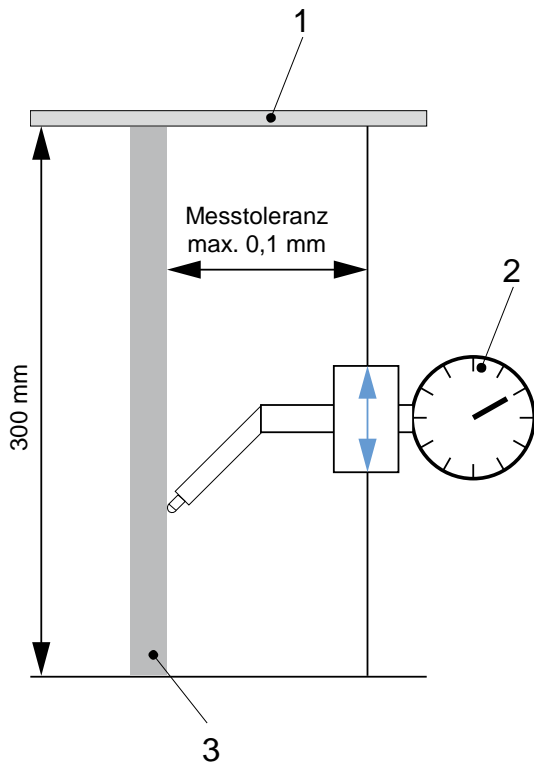

Bild 1: Ausrichtung Kolbenstange
8.2 Montage (Bild 1 und 2)
Halter Kolbenstange (Bild 1 Pos.5) und Kolbenstange (Bild 1 Pos.3) (kundenseitig) müssen exakt zueinander ausgerichtet sein. Max. Abweichung auf 0,3 mm = 0,1 mm